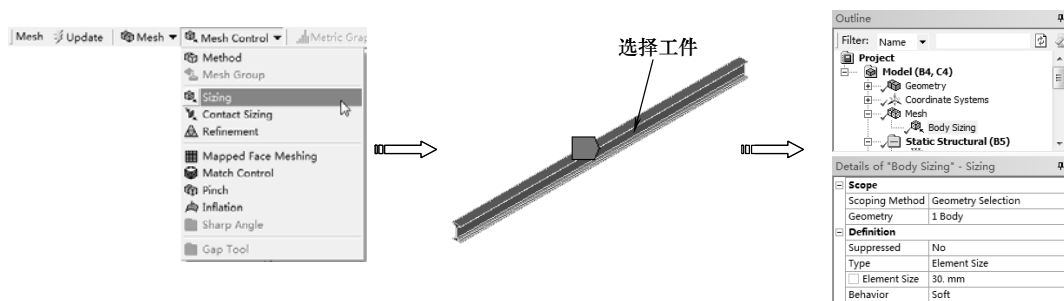

图 9-31 设置网格尺寸
2) 在【Outline (分析树)】中选择【Mesh】节点，单击【Mesh】工具栏上的【Mesh Control (网格控制)】|【Sizing (尺寸)】命令，单击【图形】工具栏上的选择模式下的【Box Select (框选)】按钮 ，然后再单击【Body (选择体)】按钮 ，在【Details of “Body Sizing” Sizing】列表中单击【Scope】选项下的【Scoping Method】项，框选所有实体，单击【Geometry】项中的【Apply】按钮完成。在【Element Size】文本框中输入 30mm，如图 9-31 所示。